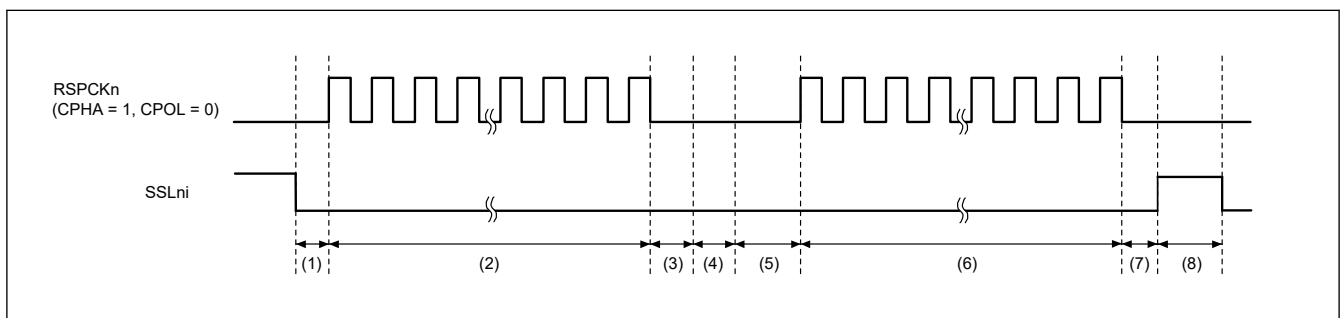

図 32.60 SSLKP ビットを利用したバースト転送の動作例 (BFDS = 0、SPFRF = 0)
図 32.60 に、SPCMD0 および SPCMD1 レジスタの設定値を使用してバースト転送を実現した場合の SSLni 信号の動作例を示します。以下では、図 32.60 に示す (1)~(8) の SPI 動作内容について説明します。SSLni 出力信号の極性は、SPI SSLni 信号極性ビット (SPCR3.SSLiP) (i = 0~3) の設定値で決まります。